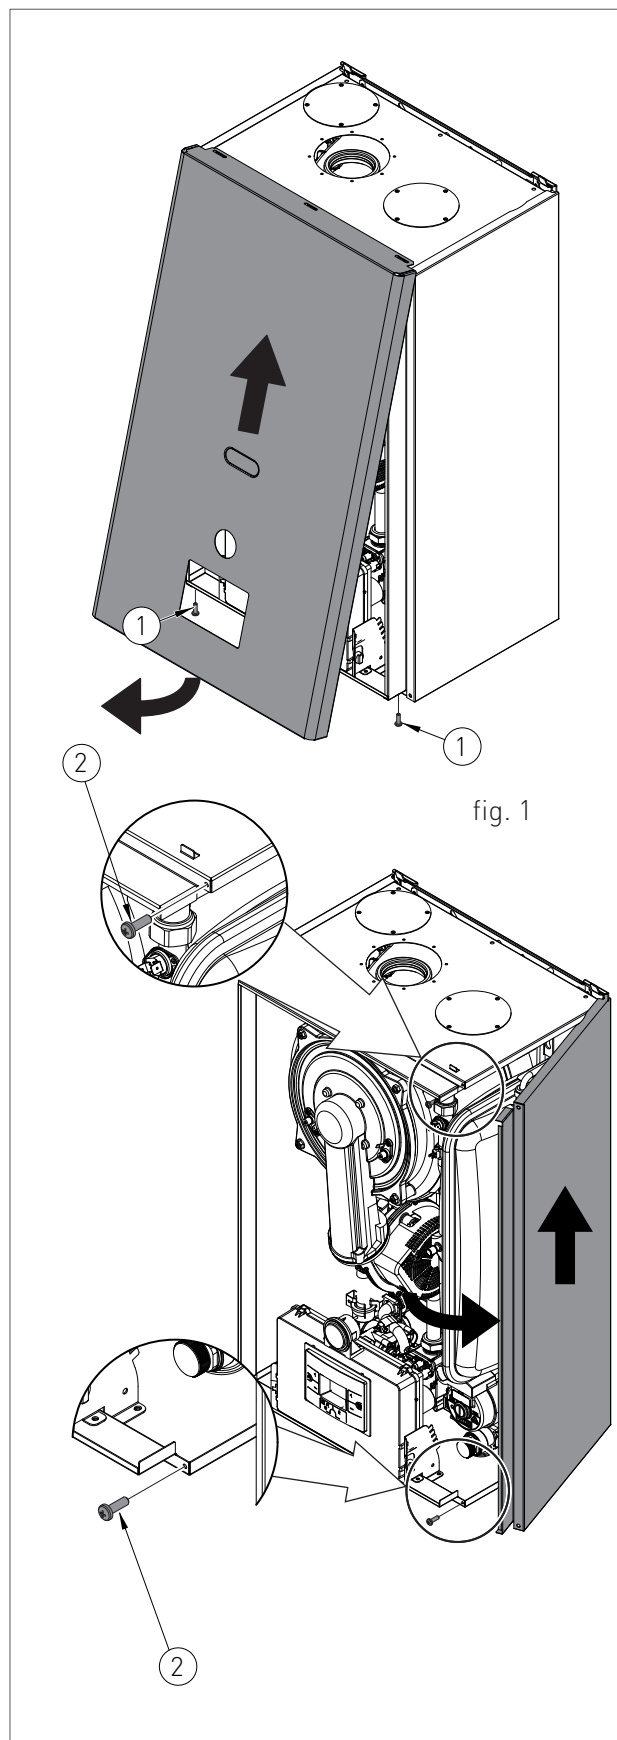

fig. 1
- > Îndepărtați șuruburile de fixare (1 - fig.1) așezate pe marginea inferioară a panoului frontal;
- > Apucați panoul frontal de jos și îndepărtați-l trăgându-l către sine și apoi în sus (vezi fig. 1).
- > Scoateți șuruburile de fixare (2 - fig.1) așezate pe marginea frontală a panoului lateral;
- > Apucați partea inferioară a panoului și îndepărtați-l mișcându-l în lateral și apoi trăgându-l în sus (vezi fig. 1).
- > Prindeți în același timp suporturile de susținere ale panoului de control (fig. 1) desfacându-le și rotiți panoul în jos;
- > Deșurubați cele două șuruburi de fixare 1 - fig. 1;
- > Decuplați cele patru cârlige „2” - fig. 1;